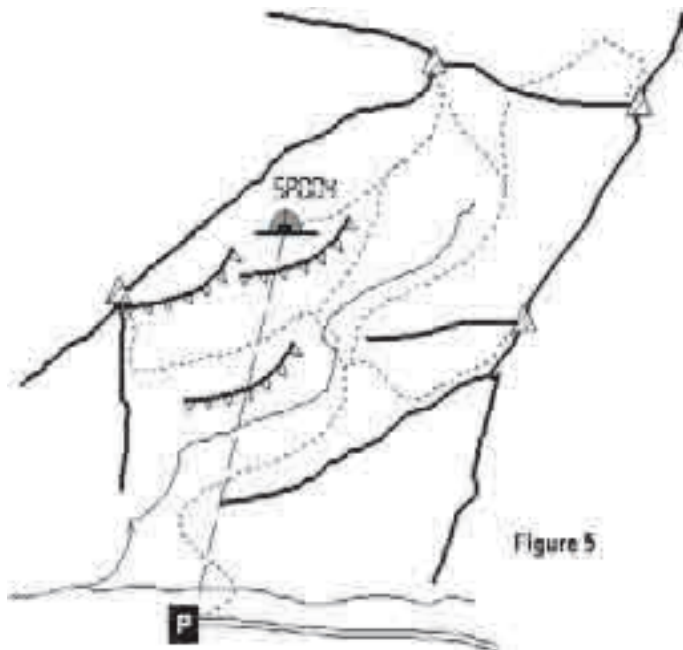

Figure 5
- votre récepteur GPS vous « trace » le cheminement le plus simple.....UNE DROITE. Tracé 1 sur figure 5,
• ATTENTION : L'utilisation de cette fonction provoque la copie de la route sélectionnée dans une zone mémoire appropriée. Si vous effectuez des modifications dans la route active vous garderez l'intégralité de votre ROUTE initiale avant utilisation de ACTIVE. Si vous souhaitez sauvegarder les modifications il faudra utiliser la fonction COPY TO (Figure 5).